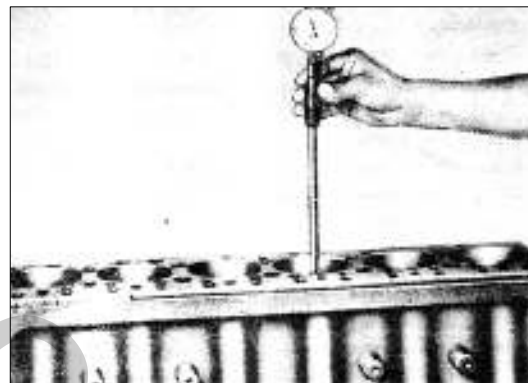

РИС. 17
- 2) Измерьте все отверстия, используя нутромер, и запишите показания в листе по осмотру двигателя (см. табл. 5), (рис. 17).